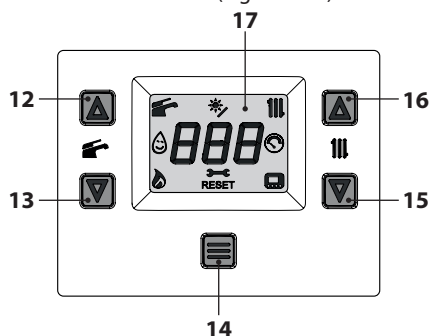
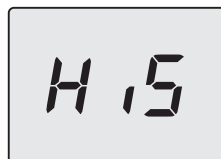
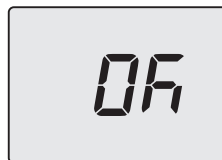

Figura 5.49
Figura 5.50
Figura 5.54
- Entrare in "modalità programmazione" premendo contemporaneamente per 5 secondi i tasti 13 e 15 (Figura 5.49) fino a far apparire sul display LCD le lettere **HiS** che indicano il menu "Storico delle caldaie" (Figura 5.50).
- Premere per 1 sec. il tasto 14 (Figura 5.49) per entrare nel parametro selezionato. Il display visualizzerà quanto segue (6=60 secondi) (Figura 5.53).
- Premendo il tasto 14 (Figura 5.49) si ottiene la conferma del valore inserito. Il display visualizzerà per 5 sec. quanto segue (Figura 5.54) poi, si porterà al livello superiore.
- tenere premuti contemporaneamente i tasti 13 e 15 per 5 sec. (Figura 5.49) (ritorno al livello precedente).